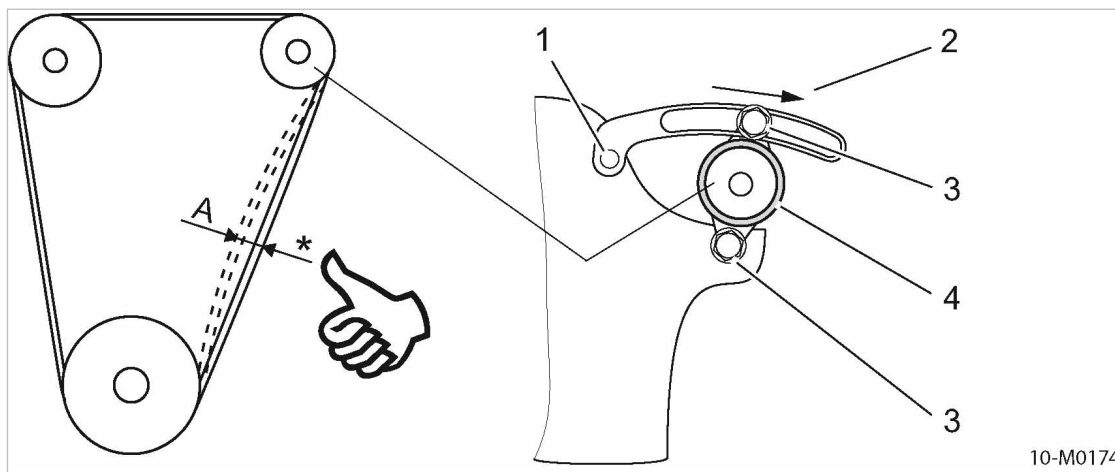

Fig. 32 Contrôler manuellement la tension de la courroie
- Démonter le protecteur de courroie. - Contrôler la tension à l'aide d'un contrôleur de tension de courroie. - Si la courroie est détendue, la retendre : - Desserrer les deux vis ③ de la génératrice du moteur ④. - Tirer la génératrice dans le sens de la flèche ② à l'aide d'un levier approprié, jusqu'à ce que la courroie soit correctement tendue. - Resserrer les deux vis ③. - Monter le protecteur de courroie. - Rebrancher la borne négative de la batterie.	- Démonter le protecteur de courroie. - Appuyer sur la courroie avec le pouce, entre les poulies (voir fig. 32). - Si la courroie est détendue, la retendre : - Desserrer les deux vis ③ de la génératrice du moteur ④. - Tirer la génératrice dans le sens de la flèche ② à l'aide d'un levier approprié, jusqu'à ce que la courroie soit correctement tendue. - Resserrer les deux vis ③. - Monter le protecteur de courroie. - Rebrancher la borne négative de la batterie.